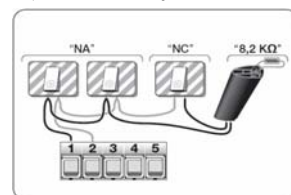

Рисунок 10.
4) для того чтобы подсоединить ряд устройств с различными типами контактов (“НО”, “НЗ” и сопротивлением контакта 8,2 кОм), необходимо использовать комбинированную схему подключения (рисунок 10).